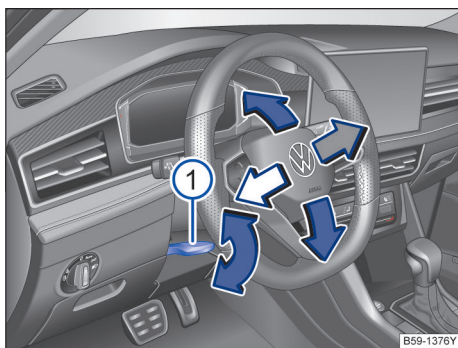

图 71 调节方向盘位置
- 将图示操纵杆→图 71 ① 向下翻转。
- 将操作杆①用力向上推，直至锁止位置→▲。